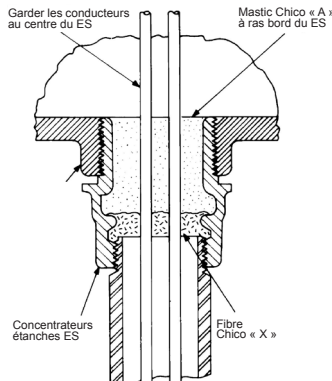

Figure 1
Les concentrateurs étanches peuvent être installés à la verticale dans les boîtiers de concentrateur (voir la figure 1) s'ils ont été scellés avec du mastic d'étanchéité Chico® A. Les concentrateurs étanches doivent être vissés dans le boîtier à au moins cinq filets complets.
- En maintenant les conducteurs séparés l'un de l'autre et proches du centre du concentrateur ES, construire un barrage de fibres Chico® « X » entre les conducteurs et les parois internes du concentrateur ES (voir la figure 1).
- Préparer le mastic d'étanchéité CHICO « A » comme indiqué sur son emballage et remplir le concentrateur ES à ras bord (voir la figure 1).